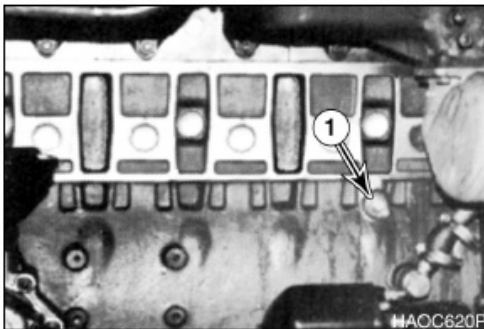

Figura 74
4. Retire del motor el tapón de drenaje del refrigerante (Figura 74).